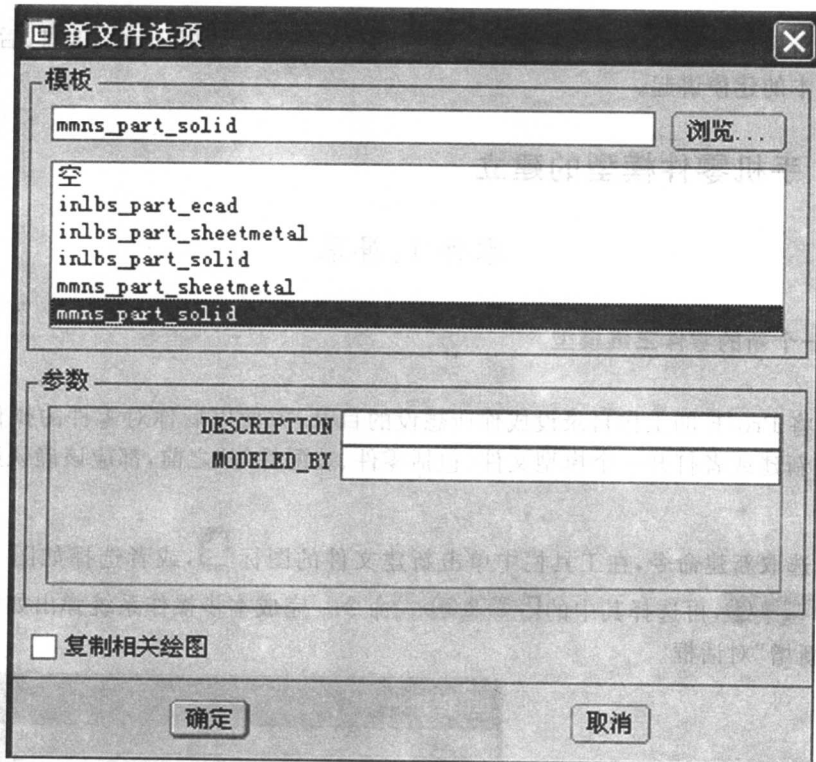

图 1.1.3
Step5:取消选中 ☐ **使用缺省模板** 和选取适当的模板,如图 1.1.3 所示。